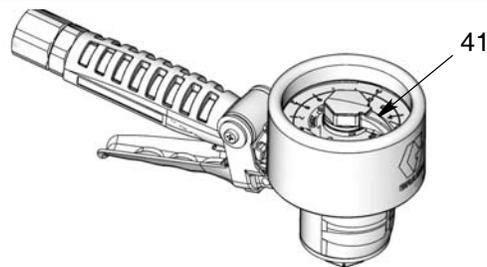

FIG. 9
1. Gire la boquilla automática con pieza giratoria de sujeción (101) en sentido contrario a las agujas del reloj para abrir la boquilla. Inserte la boquilla en el receptáculo para fluido y dispare el gatillo (12).
2. Observe cómo se mueve el puntero del medidor (41) en el dial del medidor (37). Suelte el gatillo (12) cuando se haya dispensado la cantidad deseada de fluido.
3. Gire el puntero del medidor (41) en sentido contrario a las agujas del reloj para que regrese a "0" antes de volver a dispensar fluido. Consulte la FIG. 9